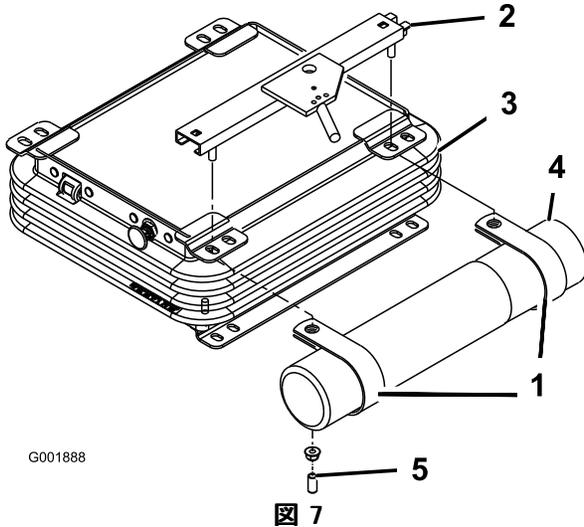

図 7
2. 上シート・ブラケットをシート・サスペンションの左側に固定しているナット2個とビニル・キャップを取り外す（既に取り付けていた場合）（図 7）。
3. 今はずしたナット2個でRクランプをシート・ブラケットのスタッドに仮止めする（図 7）。R クランプはシート・サスペンションのタブの下になるように取り付けること。
4. Rクランプに筒を取り付け、ナットを締め付ける（図 7）。